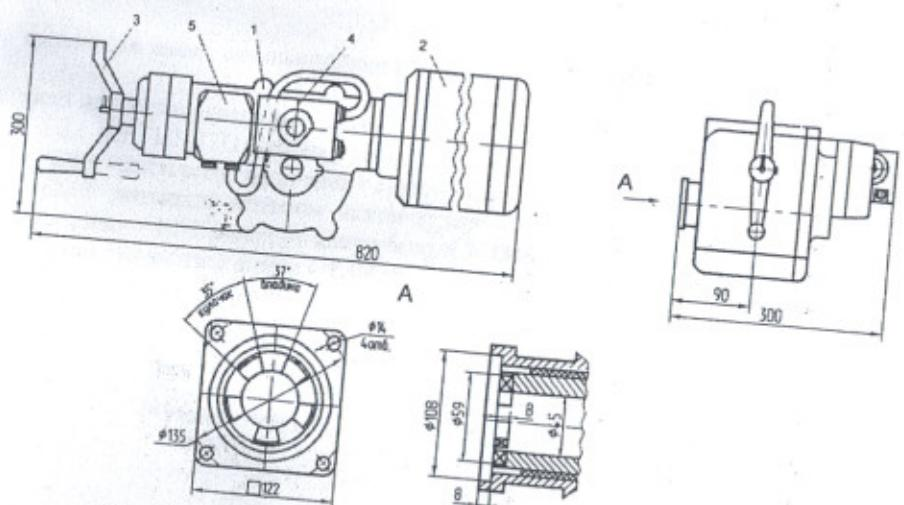

Рис.1 Габаритные и присоединительные размеры привода
2.3. Габаритные и присоединительные размеры привода приведены на рис.1. Присоединение приводного вала под соединение со шпинделем арматуры – кулачковое.
3.1. В состав привода (рис.1) входит червячный редуктор с муфтой крутящего момента 1; электродвигатель 2; ручной дублер 3; блок моментных выключателей 5 и коробка путевых выключателей 4, соединенных между собой электромонтажным жгутом в гибком шланге.